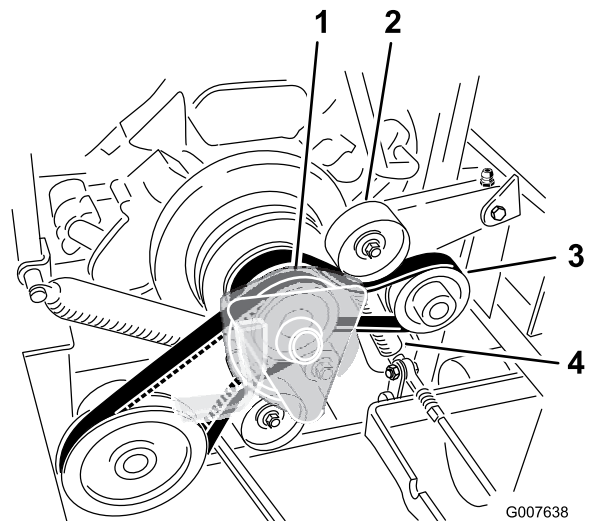

Figura 67
3. Retire el muelle del brazo de la polea tensora (Figura 67).
4. Instale la correa nueva alrededor de la polea del motor y de la bomba hidráulica (Figura 67).
6. Instale el muelle en el brazo tensor (Figura 67).